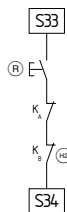

Abb. 3
**Externer Reset-Taster (mit Flankendetektion) (siehe Abb. 3)**